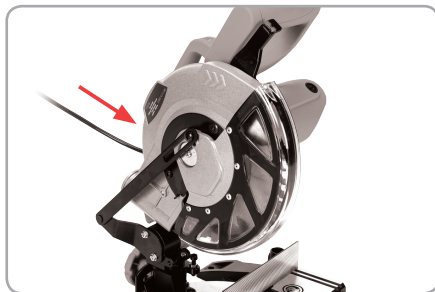

Fig.5
**Montarea discului de tăiere (fig.5):**